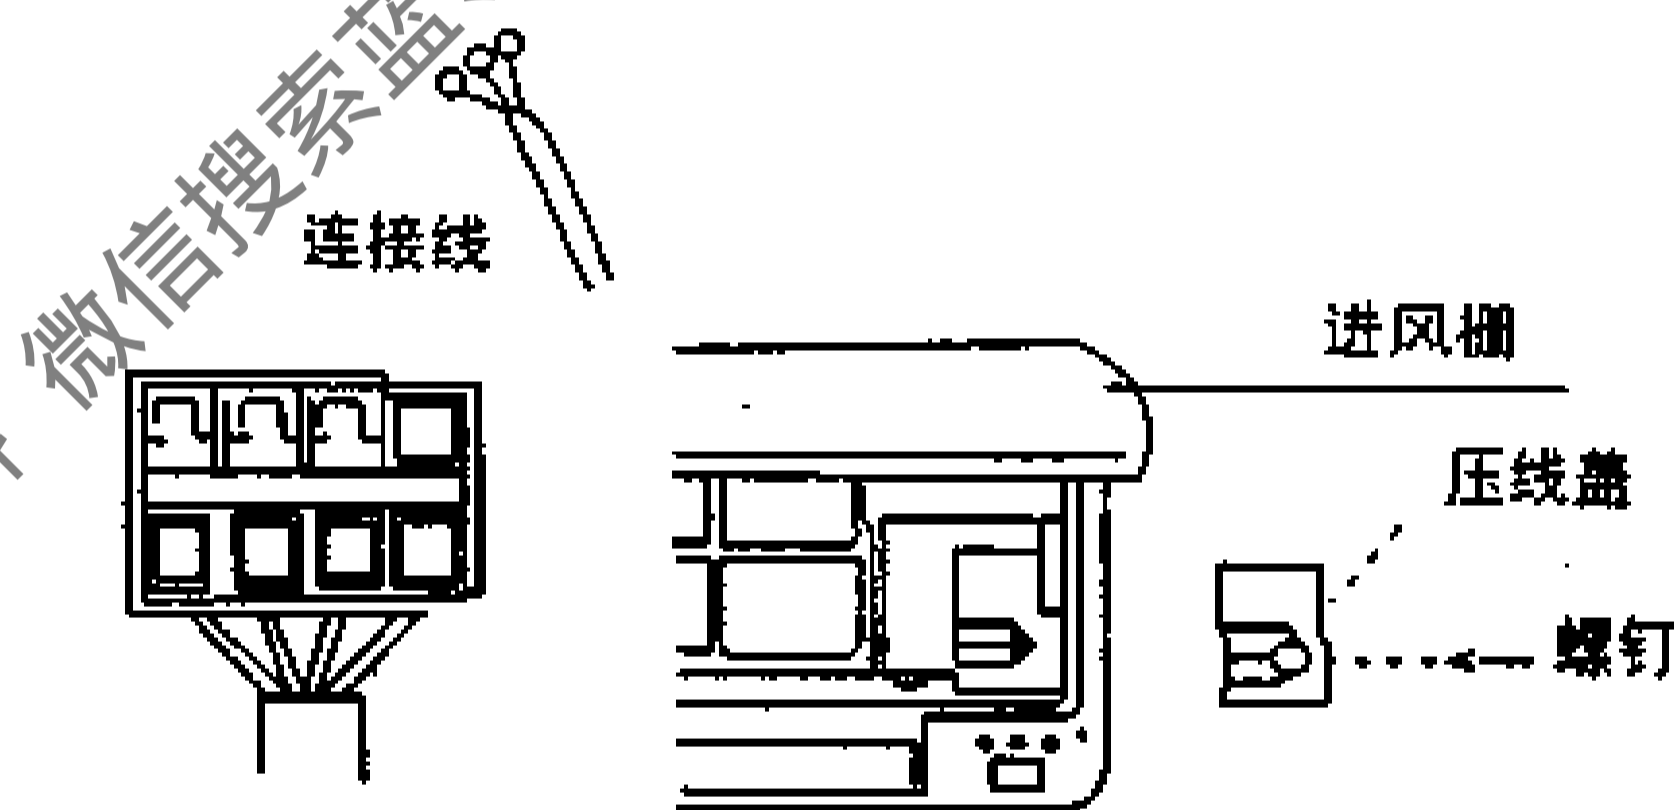

图 16-2-13
3) 将连接导线末端的 $\phi 4$ 环形端子，按图 16-2-13 所示用螺丝穿过并拧紧。